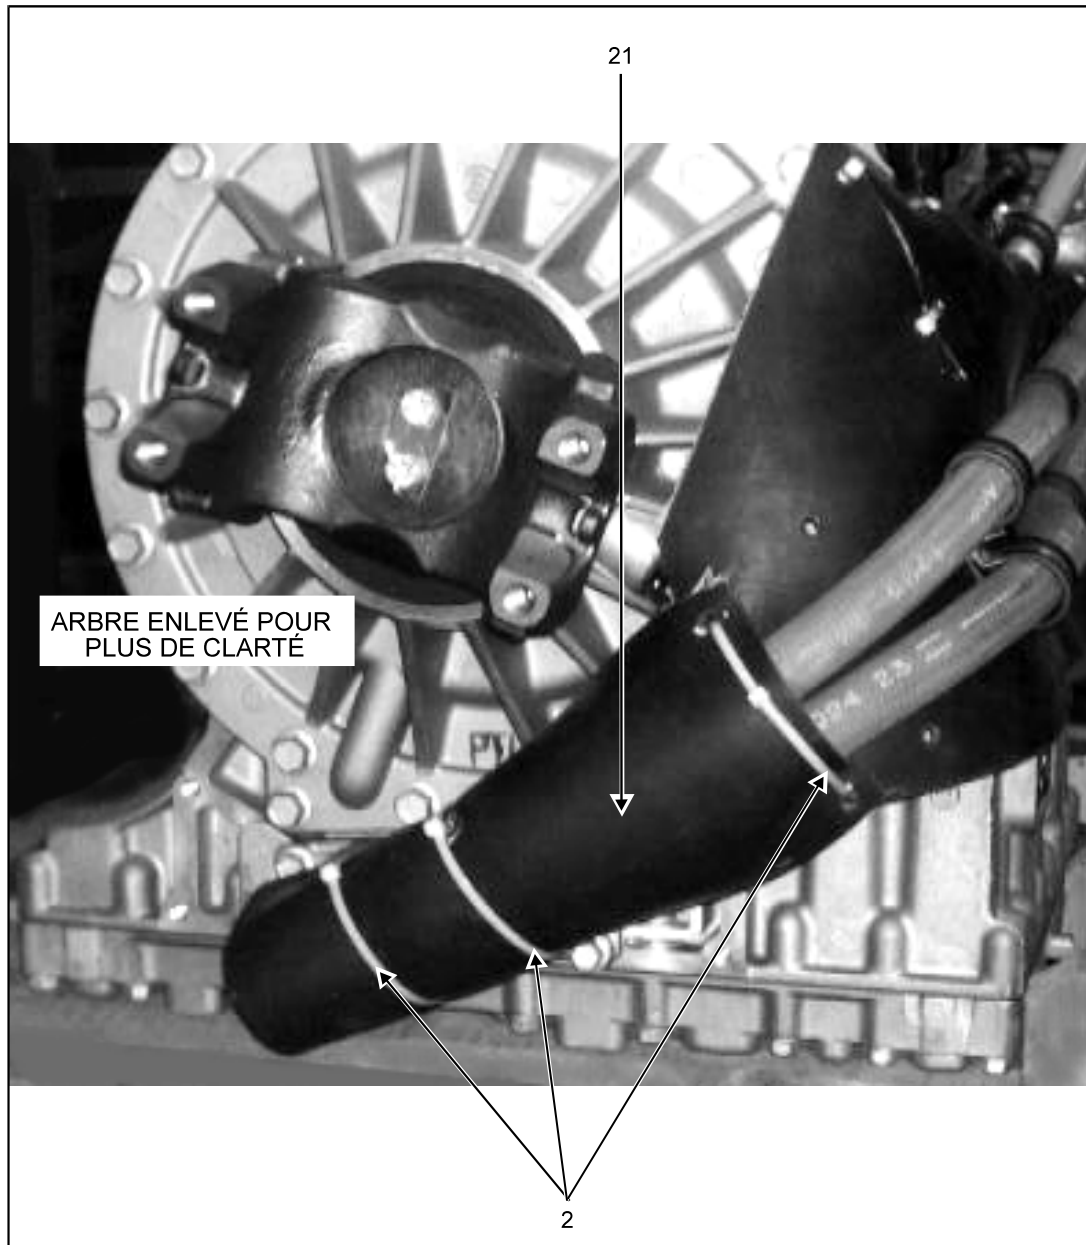

FIGURE 13
28. Mettre le rideau protecteur (21) en place autour de la section des boyaux hydrauliques située à l'arrière de la transmission puis le fixer en utilisant 3 serre-câbles (2) (**Figure 13**).